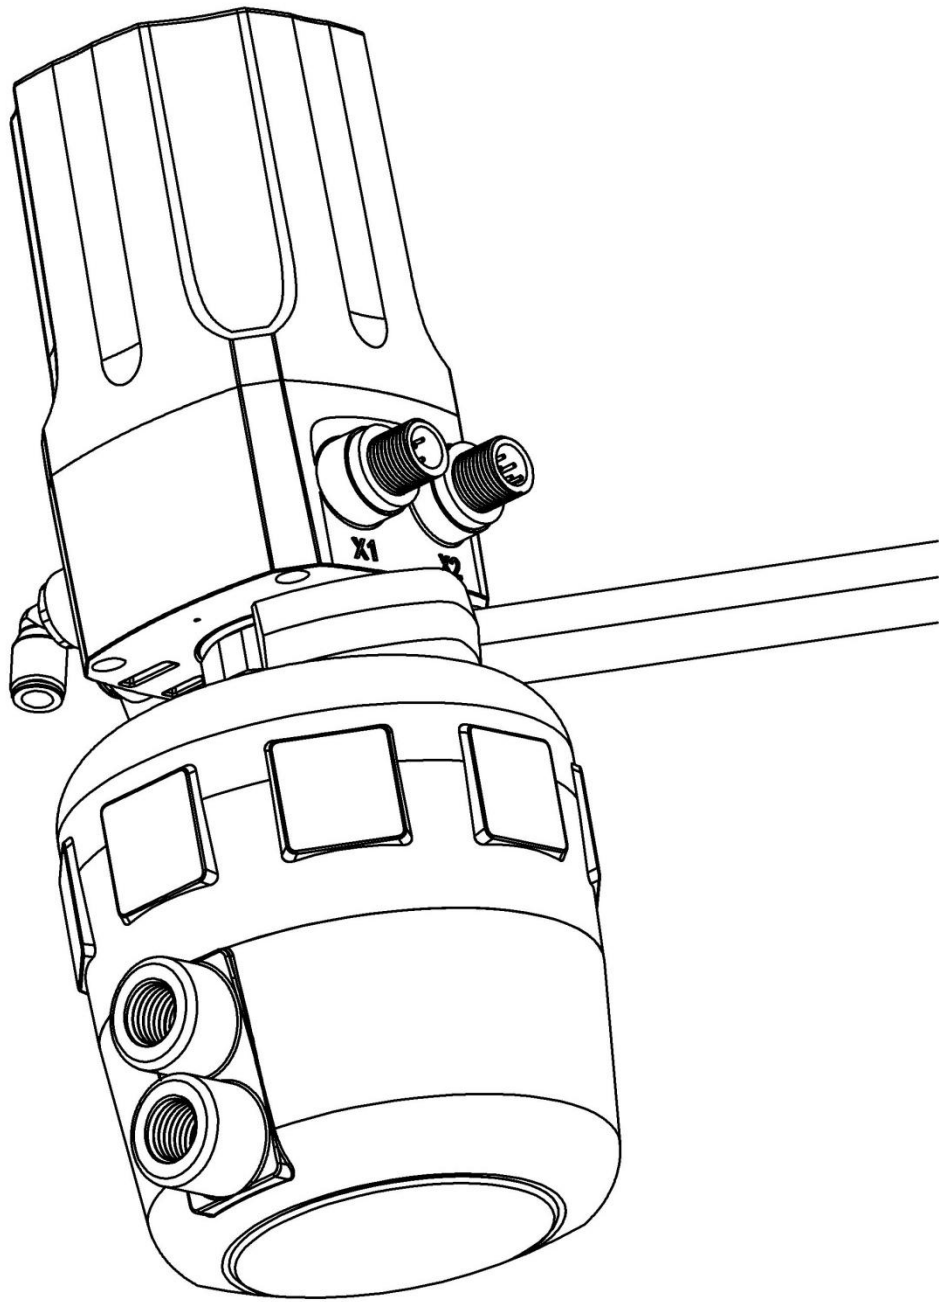

图6. 定位器与执行器组装
4. 将执行器内部阀杆升到最高位置，用 **32 号** 扳手将定位器底部的执行器连接组件右旋入到执行器对应螺纹接口，并确保旋紧连接组件。如图 6 所示。